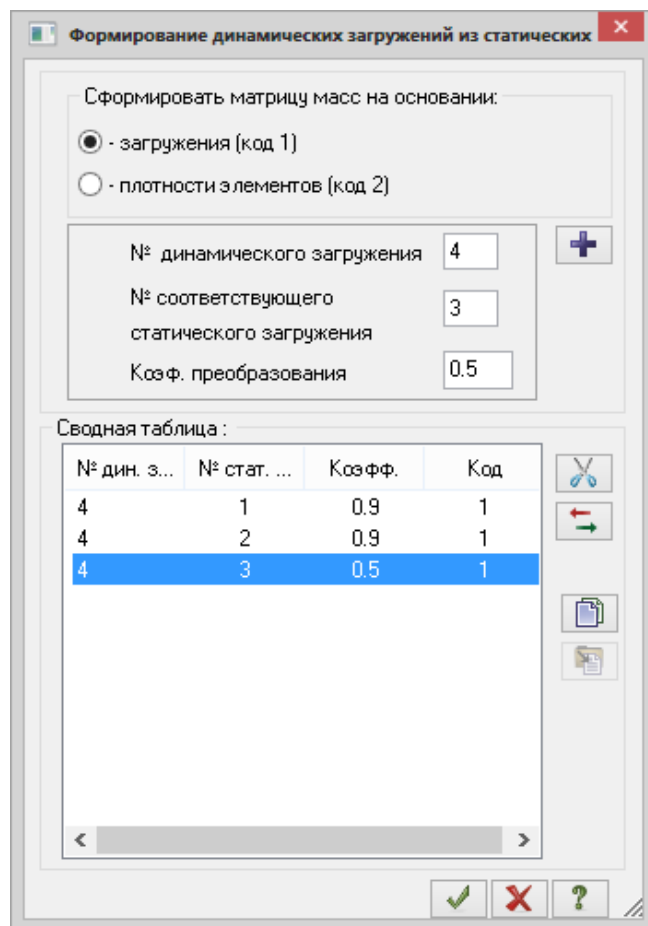

Рис.4.25. Диалоговое окно **Формирование динамических нагружений из статических** **Этап 9**.
- Вызовите диалоговое окно **Формирование динамических загрузений из статических** (рис.4.25)